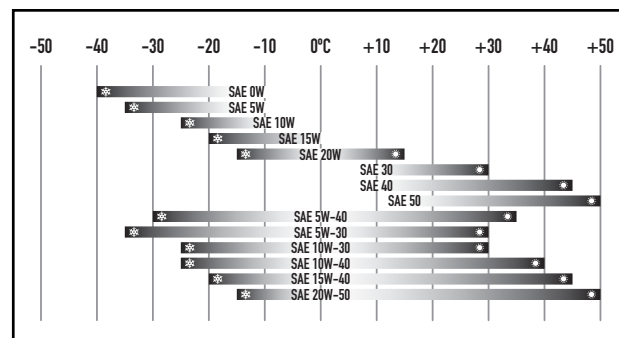

Рис. 5
- Шкала вязкости масла для его выбора (Рис. 5). маслозаливной горловины.